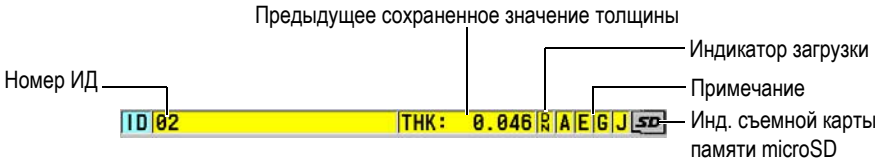

Рис. 3-2 Поле ИД
Поле ИД, расположенное в верхней части экрана измерений, содержит ИД текущего показания толщины, предыдущее сохраненное значение и комментарий-примечание (см. Рис. 3-2 на стр. 36). Индикатор загрузки (R) появляется в том случае, если предыдущее сохраненное значение толщины взято из файла, а не является новым полученным значением.